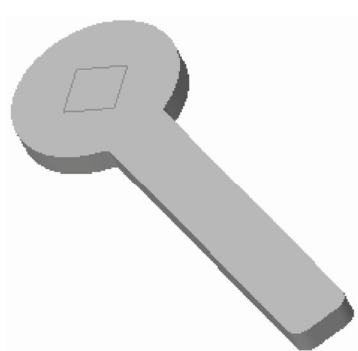

图 6-28 打开模型文件
STEP 01 单击快速访问工具栏中的“打开”按钮，打开模型文件，如图 6-28 所示。